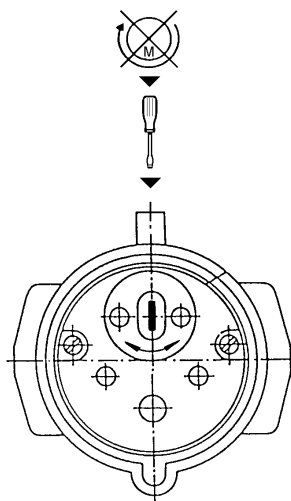

Рис. 15. Регулировка направления вращения через переключатель фаз
- В этом случае нажмите на **переключатель фаз** в штекере СЕЕ подходящей отверткой и поверните на 180° (Рис. 15).